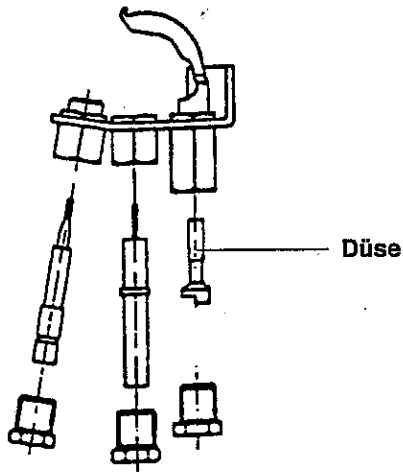

Abb. 8
- * Die Einspritzdüse des Zündbrenners ersetzen (Abb. 8).